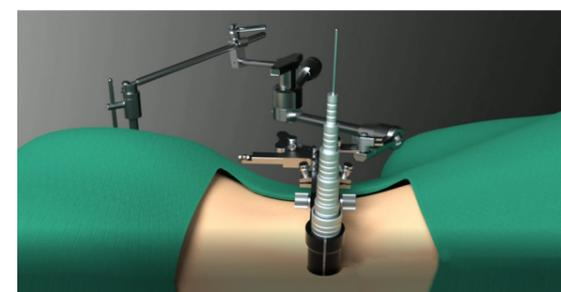

图 2c
- 以定位针为中心，割开皮层 1.5cm，开口总长 3cm，使用逐级套管，扩张肌肉，置入微创牵开器，安装光源，连接自由臂（图 2c）。